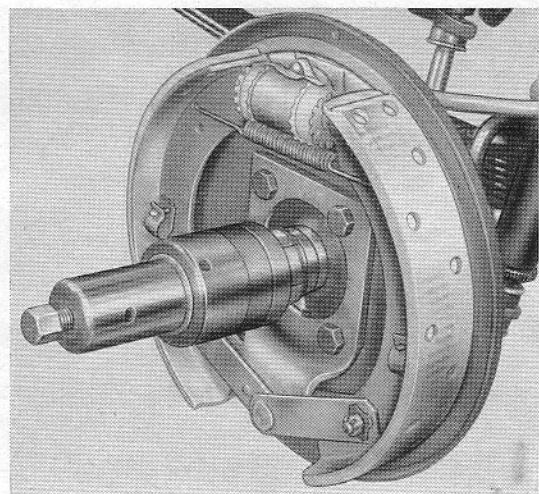

Bild 21 – Inneren Laufring vom Achsschenkelzapfen mit Lagerring-Abzieher S-835 abziehen – Bild zeigt Vorgang im eingebauten Zustand
2. Inneren Laufring vom Radlagerzapfen des Achsschenkels mit Lagerring-Abzieher S-835 abziehen (Bild 21).